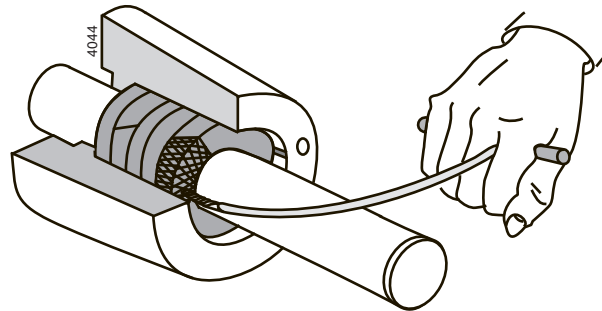

Abbildung 11: Ausnehmen Stopfbuchspackungsringe.
- 3 Die Packungsringe (0140) werden aus dem Packungsraum herausgenommen. Dazu wird ein spezieller Packungszieher verwendet, siehe Abbildung 11.